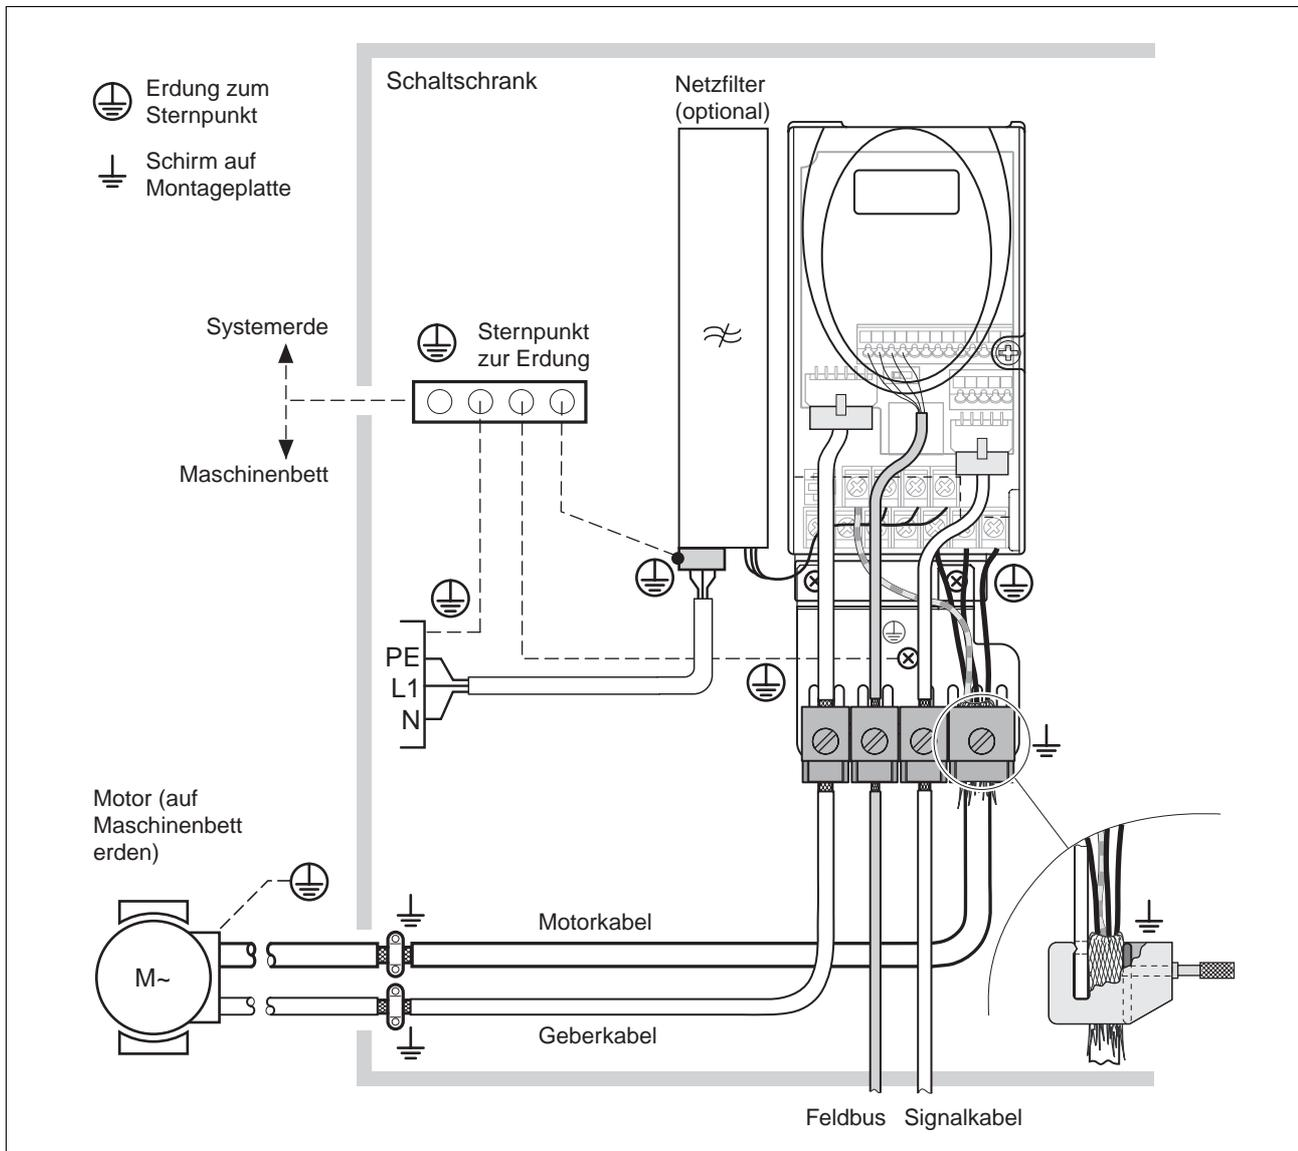

Bild 6.1 EMV-Maßnahmen¹
- ▶ Befestigen Sie die EMV-Platte unten am Gerät, siehe auch Bild 6.1, oder benutzen Sie alternative Auflageelemente (Kammschienen, Schirmschellen, Sammelschienen).